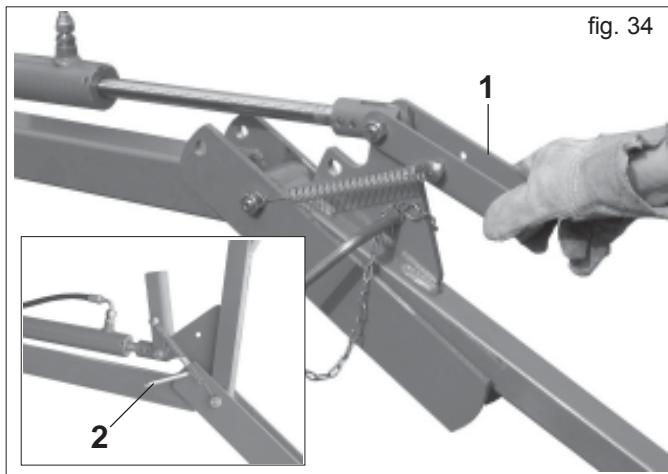

fig. 34
- 2) Sollevare la staffa di fermo (1 Fig. 34).
- 3) Azionare l'impianto oleodinamico per sollevare completamente l'erpice copriseme in posizione di trasporto, bloccandolo con i chiavistelli di sicurezza (2 Fig. 34) ed assicurarli con le apposite copigliie. I chiavistelli di sicurezza vanno inseriti dall'interno macchina verso l'esterno, contrariamente verrebbero danneggiati dal sollevamento del carrello posteriore.